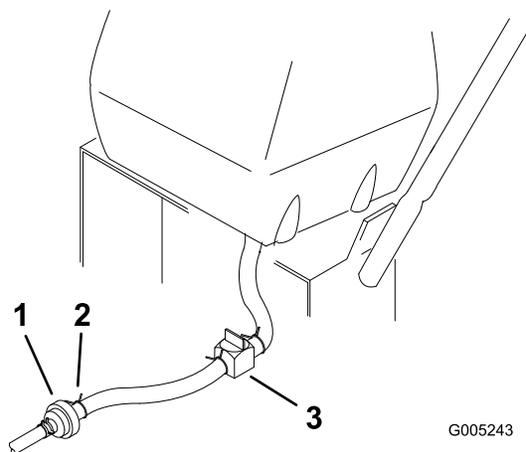

Figure 35
3. Fermez le robinet d'arrivée de carburant sur le réservoir de carburant (Figure 35).
4. Pincez les extrémités du collier de fixation et poussez le collier en haut de la conduite d'alimentation, à l'opposé du filtre à carburant (Figure 35).
5. Débranchez la conduite d'alimentation du filtre à carburant (Figure 35).
- 7. Ouvrez le robinet d'arrivée de carburant sur le réservoir de carburant (Figure 35).